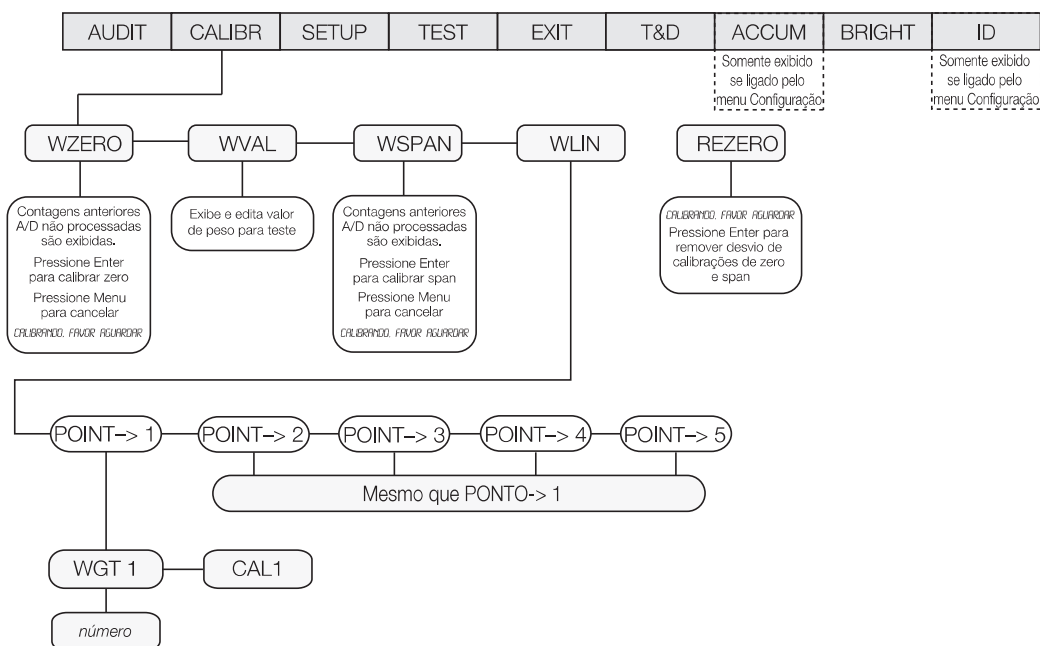

Figura 4-1. Menu Calibração (CALIBR)
A calibração pode ser realizada em dois lugares dentro do menu: o menu CALIBR mostrado na Figura 3-5 é uma calibração e configuração mais profunda da balança. Uma calibração de “acesso rápido” é exibida na Figura 4.1 na página 17.
A calibração pode ser realizada em dois lugares dentro do menu: o manu **CALIBR** mostrado na Figura 4-1 e o submenu **BALANÇA** mostrado na Figura 3-5 na página 11. O menu **CALIBR** é uma calibração de “acesso rápido”; para configuração e calibração mais profunda da balança, utilize os menus encontrados sob **SETUP»CONFIG»BALANÇA**.
1. Pressione o botão **MENU**, então pressione **▷** até o display ler **CALIBR** (veja Figura 4-1).